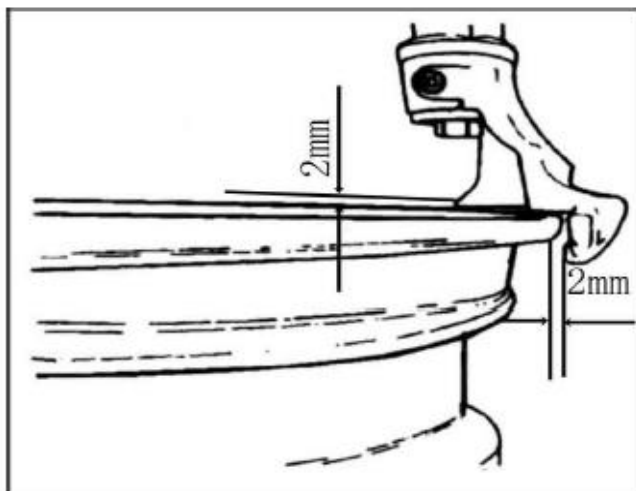

РИС. 19
4.1.3 Установите шестигранный вал (рис. 2-3) в рабочее положение, чтобы инструмент для демонтажа был близко к диску колеса. И с помощью маховика (рис. 7-2) вытолкните консоль, а затем с помощью блокирующей ручки (рис. 2-12) заблокируйте. Инструмент для демонтажа автоматически создаст небольшой зазор (РИС.19).